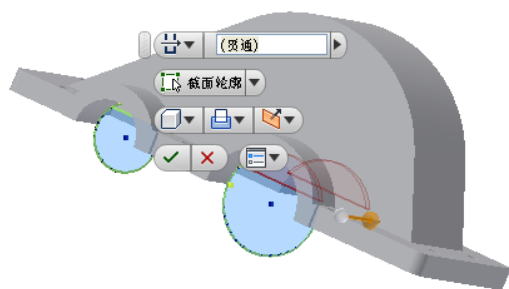

图 9-83 拉伸示意图
②单击【草图】标签上的【完成草图】工具按钮，退出草图环境，单击【三维模型】标签栏【创建】面板上的【拉伸】工具按钮，打开【拉伸】对话框，选择在草图中绘制的两个圆形作为拉伸截面轮廓，将布尔方式设置为【求差】，设置终止方式为【贯通】，如图 9-83 所示。